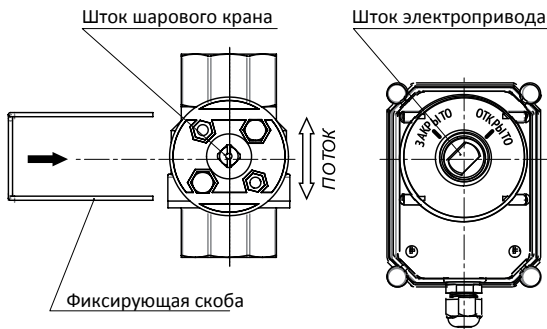

Рис. 1. Ориентация штока шарового крана и штока электропривода Professional BS .
1) Перед установкой быстроразъёмного соединения необходимо правильно сориентировать шток шарового крана и шток электропривода Professional BS. Кран должен находиться в открытом состоянии. Продольная риска на штоке шарового крана должна располагаться вдоль движения потока. Шток электропривода Professional BS должен находиться в положении «ОТКРЫТО» (рис. 1).